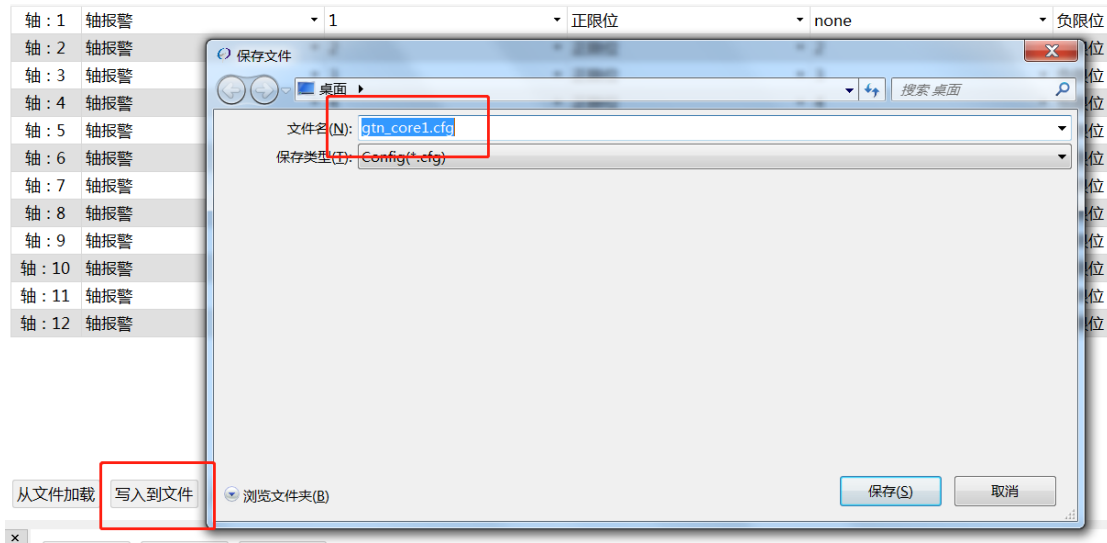

图 17
5、然后点击写入到控制器，再点击写入到文件，文件名默认为 gtn_core1，保存到桌面，如图 17